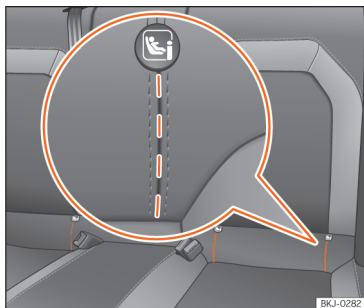

Рис. 37 Заднє сидіння: прорізи для доступу до кріплень ISOFIX/i-Size.
Кріплення ISOFIX/i-Size позначені символом >>> **рис. 37**. Вони жорстко сполучені з рамою сидіння або задньою панеллю підлоги.
- Відкрийте проріз на сидінні, щоб отримати доступ до кріпильних елементів >>> **рис. 37**.